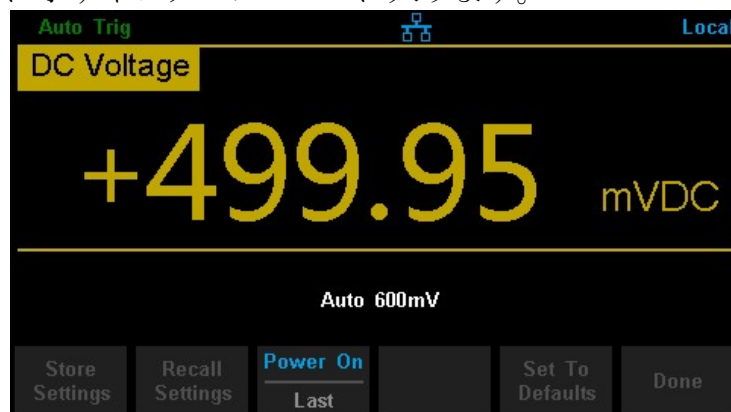

図 2-39 保存・呼び出しインターフェース
1. ユーティリティの機能メニューに入った後、【Store/Recall】を押すと、図 2-39 に示すインターフェースに入ります。